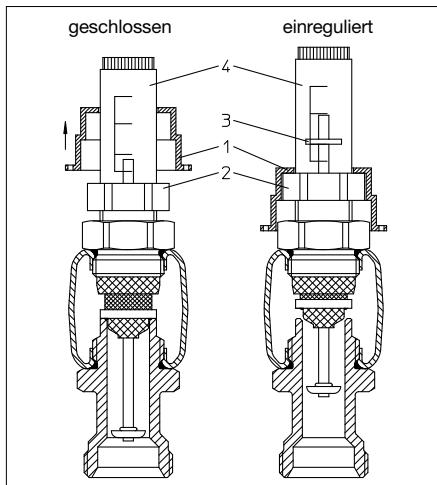

Abb. 7.2: Regulierventil
7.2. Einregulierung der Durchfluss- Mess- und Reguliereinsätze (Abb. 7.2)